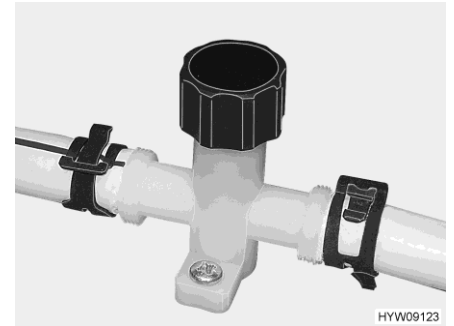

Bild 121 Avtappningskran (vattenledning)
- Stäng avtappningskranarna. Vrid avtappningskranens lock (Bild 121) medurs.